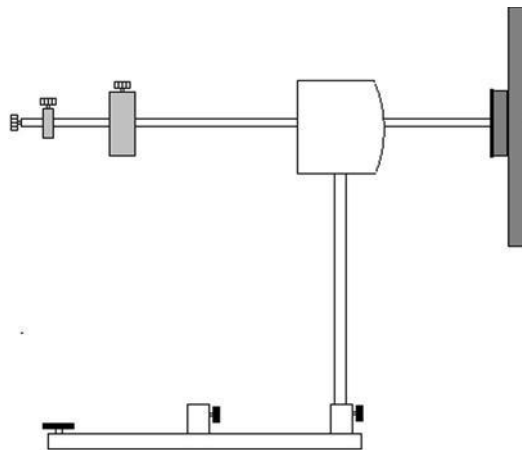

Fig.3: Nutazione
- Montare il giroscopio come indicato nella Fig. 3 e metterlo in equilibrio.